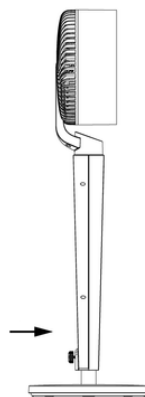

Fig.2
2. Strângeți ferm șurubul de pe spatele corpului (Fig. 2).